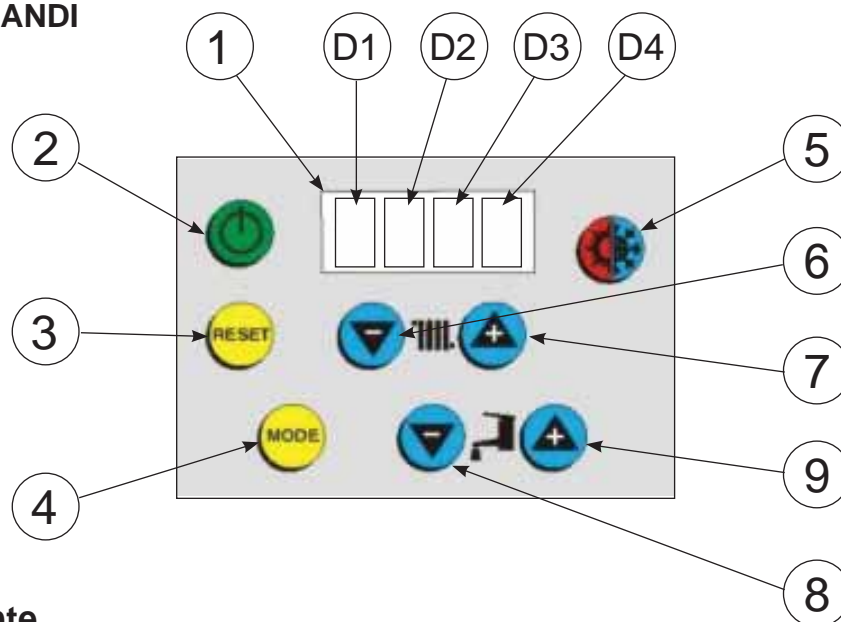

Fig. 27
- premere il pulsante 5 nella scheda comandi (Fig. 27) selezionando Inv "INVERNO" (visualizzato sul display 1);
- premere ripetutamente i pulsanti 6 e 7 nella scheda comandi (Fig. 27) per regolare la temperatura di acqua in mandata, fino a raggiungere il valore desiderato visualizzabile sul display (1).
**A)** Agendo sul pulsante 5 nella scheda comandi (Fig. 27) e selezionando Est (visualizzabile sul display 1), si attiva la modalità "ESTATE" che alimenta i ventilatori di eventuali batterie termoventilanti abbinate, senza però accendere il bruciatore.
Dopo essersi accertati della causa del blocco, è permesso il ripristino delle funzioni, premendo il pulsante di RESET remoto (se collegato ai morsetti Y-Z in caldaia), oppure premendo il pulsante 3 di RESET nella scheda comandi (Fig. 27).